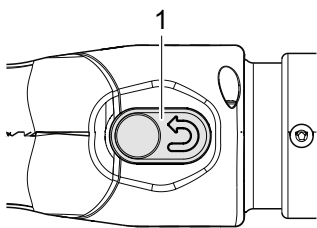

Fig. 17: Pulsante di ripristino
2. Premere con decisione il pulsante di ripristino (Fig. 17/1).